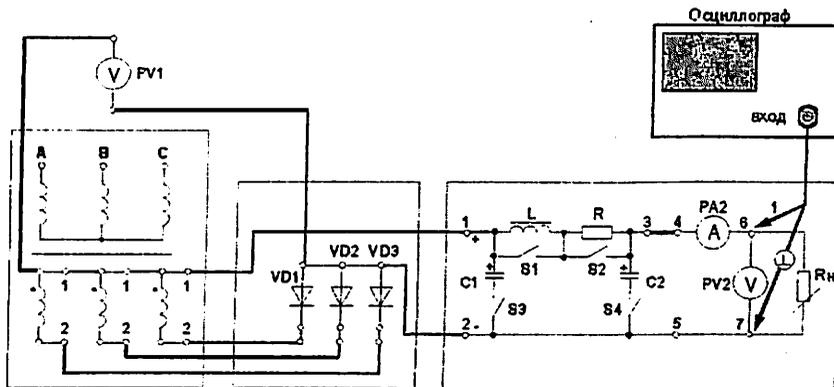

Рис. 12.1. Трехфазная однопulseвая нулевая схема выпрямления со сглаживающим фильтром
- Собрать схему, приведенную на рис.12.1.